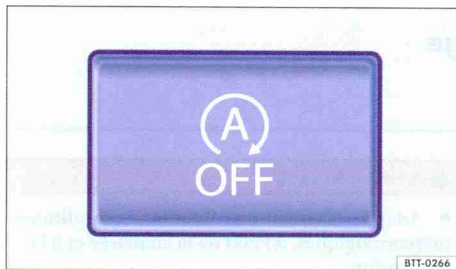

Fig. 133 Dans la console centrale : touche du mode Start/Stop
- Appuyez sur la touche  dans la console centrale ⇒ fig. 133.